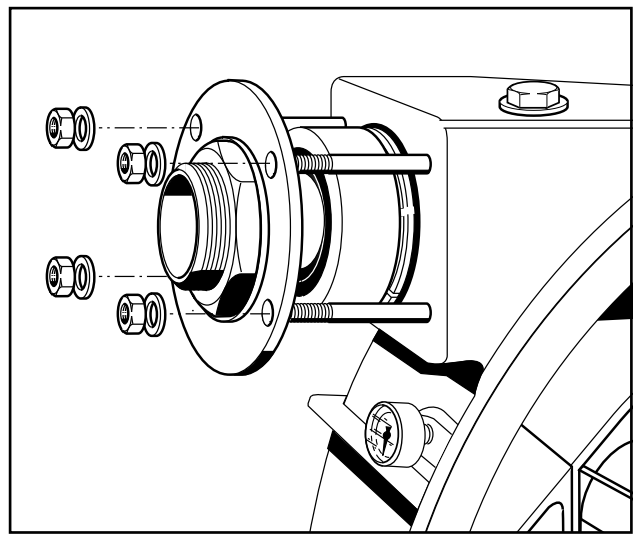

Fig. 14 Desmontaje de la boquilla de unión
5. Desenrosque de la carcasa las dos boquillas de conexión completas con la brida de sujeción y las tuercas hexagonales de tubo (Fig. 14) y extraiga las dos boquillas de unión de la manguera de bombeo.